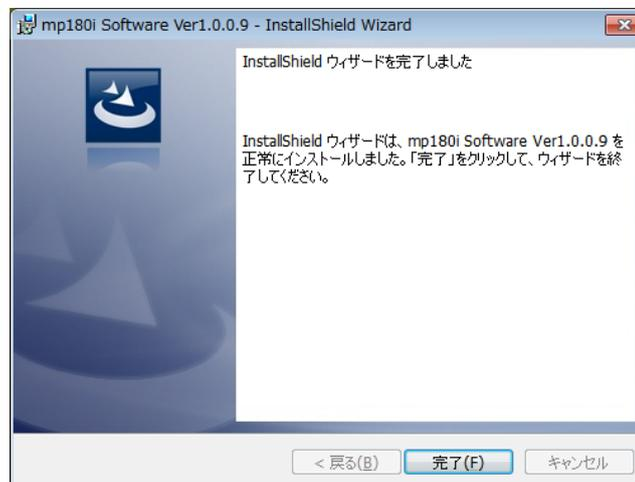

図 6-2-6. インストール完了画面
- 8) インストールが完了しましたら図 6-2-6 の画面が表示されます。「完了(F)」ボタンを押してインストーラーの画面を閉じてください。